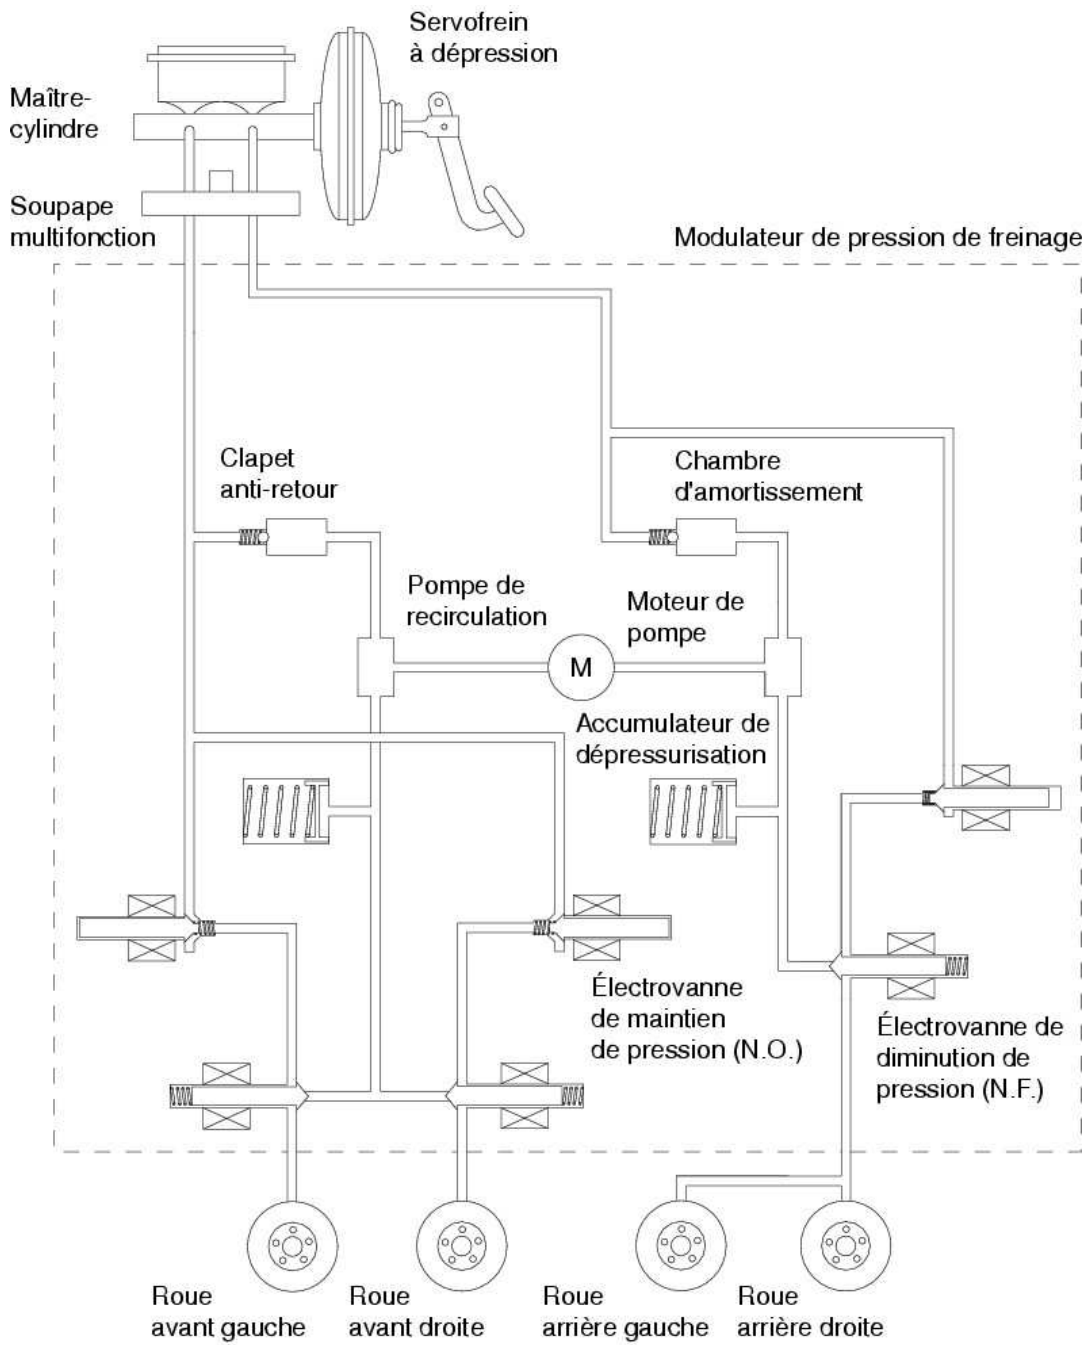

Fig. 1
Le modulateur de pression de freinage (Brake Pressure Modulator Valve - BPMV) a pour rôle de moduler la pression hydraulique aux cylindres de roue et/ou aux étriers des freins au moyen de soupapes électromagnétiques appelées «électrovannes». Le modulateur de pression de freinage contient l'ensemble des composants hydrauliques (voir fig. 1).
L'accumulateur de dépressurisation (spring accumulator), muni d'un ressort calibré, sert à emmagasiner provisoirement le liquide à frein lors de la phase de diminution de pression en mode de freinage antiblocage. Sur les systèmes, munis d'une pompe de recirculation, l'accumulateur de dépressurisation alimente cette pompe lorsqu'il refoule le liquide à frein vers le maître-cylindre en mode antiblocage (voir fig. 1).
La pompe de re-circulation (return pump), constituée de deux (2) pistons opposés: un pour le circuit primaire, l'autre pour le circuit secondaire en relation avec le maître-cylindre, sert à refouler le liquide à frein qui se trouve dans l'accumulateur de dépressurisation vers le maître-cylindre quand la pression diminue dans le circuit hydraulique. Ce retour de liquide à frein produit une pulsation ressentie à la pédale de frein. La pompe de retour est contrôlée par le module de commande électronique des freins via un relais (voir fig. 1).
Le clapet anti-retour (check valve) a pour rôle d'empêcher la pression hydraulique de passer dans un circuit de dérivation et de permettre son passage dans le sens opposé. Un ressort et une bille constituent ce clapet (voir fig. 1).
La soupape multifonction (combination valve) combine, dans certains cas, l'indicateur de chute de pression, le répartiteur de freinage et le limiteur de freinage en une seule unité appelée parfois, «soupape combinée». Elle est placée près du maître-cylindre ou incorporée à ce dernier. Un conducteur électrique permet de l'identifier (voir fig. 1).